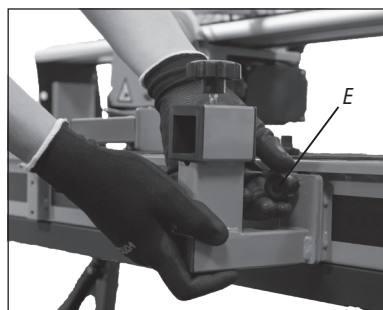

Fig. 8 – Guía de corte recto
Para piezas de corte recto deben utilizarse guía de corte recta (1). El mismo debe fijarse en la máquina (Fig. 8).
1. Inserte el perno (D) y gire el eje en 90° para trabar;
2. Enganche las bases del guía y, con ayuda de las manijas (E), apriete para fijar en la máquina;